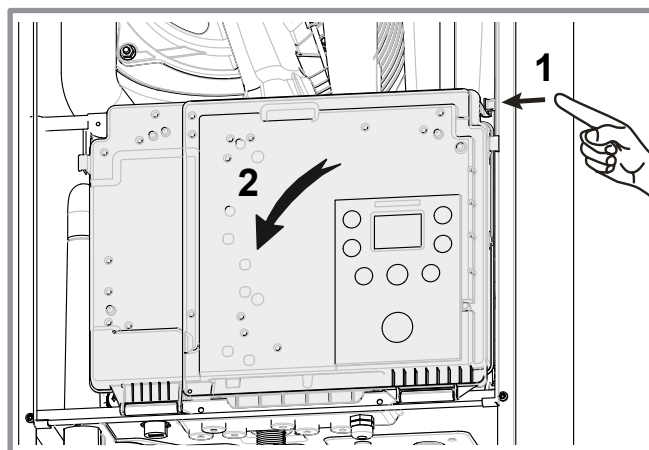

figure 21 - Basculement du coffret électrique
- Abaisser le coffret électrique (figure 21). Lors de l'ouverture, maintenir le coffret.